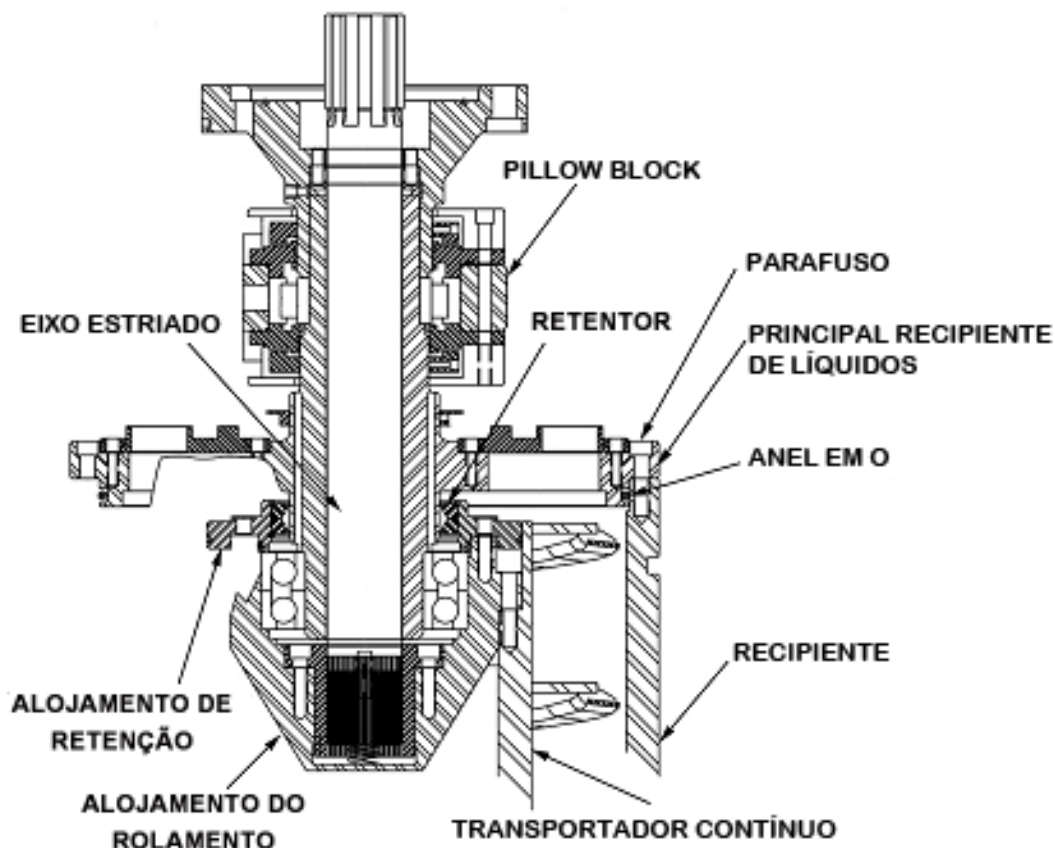

**Figura 5-5 Colocação da Extremidade de Sólidos do Conjunto Rotativo no Apoio Vertical**
- a. Erga e oriente o conjunto rotativo verticalmente com a extremidade de sólidos para baixo e insira a extremidade no slot de apoio vertical (Figura 5-5) enquanto continua a apoiar o peso com o guindaste.